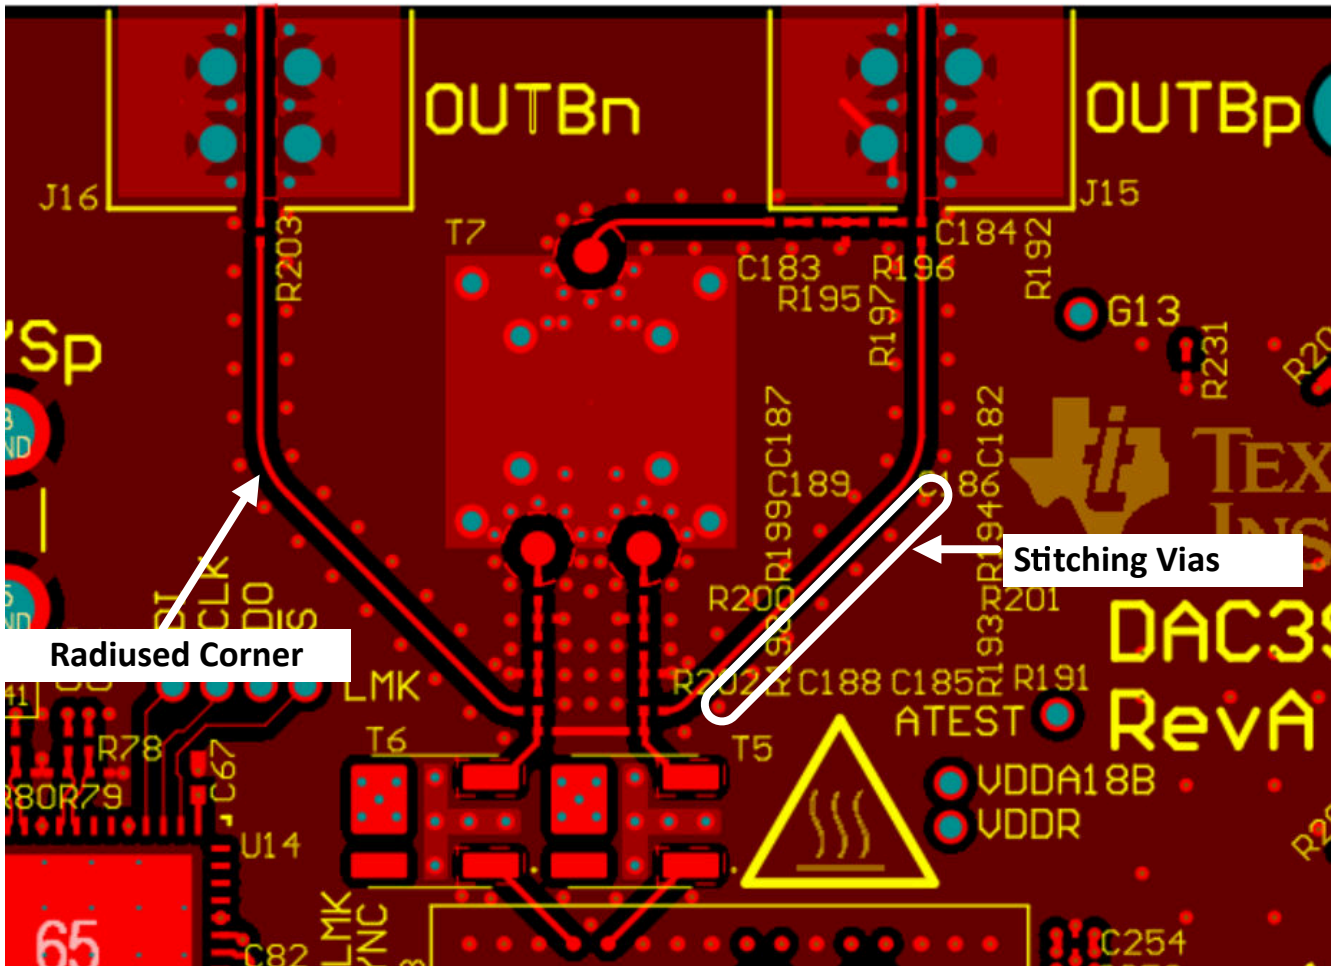

图 9-22. 高速信号布线旁边的半径角和拼接过孔
4. 使用平滑的辐射角并避免  $45$  或  $90$  度弯曲，以减少模拟和数字信号布线的�所有高速输入/输出上的阻抗不匹配。详情请参考图 9-22。